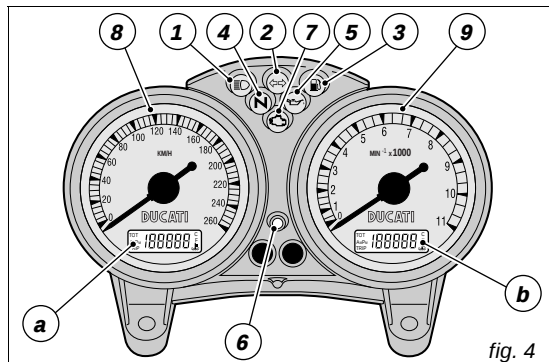

fig. 4
Cruscotto (fig. 4)
La seguente procedura offre quindi la possibilità all'utente, in caso di problemi al sistema immobilizer, di disabilitare la funzione "blocco motore" rappresentata dall'accensione simultanea della spia giallo ambra EOBD (7, fig. 4). L'operazione è possibile solo conoscendo il codice elettronico (electronic code) riportato sulla code card.
- 1) *Portare la chiave su ON e ruotare completamente la manopola acceleratore mantenendola ruotata. La spia EOBD (7, fig. 4) si spegne dopo un tempo prestabilito di 8 secondi.*
- 4) *Contare un numero di lampeggi della spia EOBD (7, fig. 4) pari alla prima cifra del codice segreto. Portare la manopola acceleratore in posizione tutta aperta per 2 secondi, quindi rilasciare. Viene così riconosciuta l'immissione di una cifra e la spia EOBD si accende e rimane in questo stato per un tempo prestabilito di 4 secondi. Ripetere l'operazione fino all'introduzione dell'ultima cifra. Nel caso in cui non si compia nessuna operazione con l'acceleratore, la spia EOBD pulserà per 20 volte, poi si accenderà in modo fisso e la procedura dovrà essere ripetuta dal punto (1).*
- 6) *Se il codice NON è stato introdotto correttamente la spia EOBD rimane accesa ed è possibile ripetere le operazioni riportando la chiave su OFF e ripartendo dal punto (1) per un numero illimitato di volte.*
- 1) se il codice viene riconosciuto, la spia (6, fig. 4), posta sul quadro strumenti, emette un breve lampeggio; il sistema di protezione ha riconosciuto il codice della chiave e disattiva il blocco motore. Premendo il pulsante START (2, fig. 13), il motore si avvia;
- 2) se la spia (6, fig. 4) o la spia EOBD (7, fig. 4) rimangono accese, il codice non è stato riconosciuto. In questo caso si consiglia di riportare la chiave in posizione OFF e poi di nuovo in ON, se il blocco persiste, riprovare con l'altra chiave in dotazione di colore nero. Se ancora non si riesce ad avviare il motore, rivolgersi alla rete assistenziale DUCATI.
- 3) Se la spia (6, fig. 4) rimane lampeggiante significa che una segnalazione del sistema immobilizer è stata ripristinata (ad esempio con la procedura di sblocco tramite manopola). Ruotando la chiave in posizione OFF e nuovamente su ON la spia immobilizer dovrebbe riprendere il suo normale funzionamento (vedi punto 1).